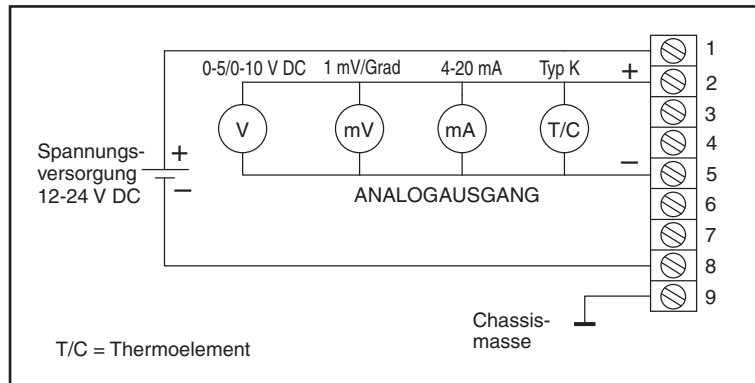
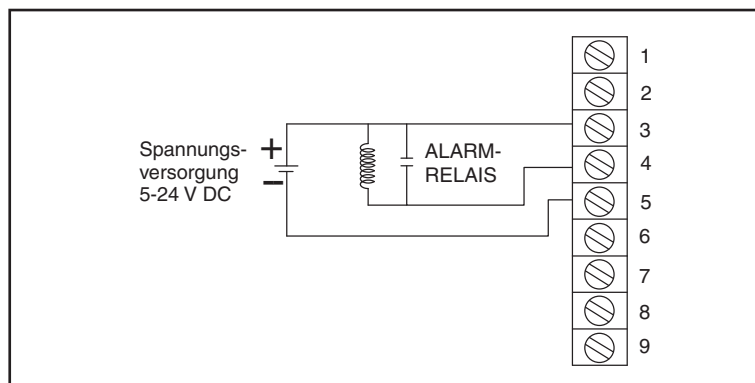

Abbildung 2-1. Versorgungs- und Ausgangsverdrahtung
Abbildung 2-2. Alarmausgangsverdrahtung
Versorgungs- und Ausgangsverdrahtung - Öffnen Sie die Abdeckung des Elektronikgehäuses, führen Sie das Kabel durch die Zugentlastung und schließen Sie die Leitungen an den Klemmenblock an wie in Abbildung 2-1 gezeigt. Die Verdrahtung des Alarmausgangs ist in Abbildung 2-2 beschrieben.
- Versorgungs- und Analogausgangs-Anschlüsse sind hergestellt (Abb. 2-1).
- Verdrahten Sie den Alarmausgang wie in Abbildung 2-2 gezeigt.